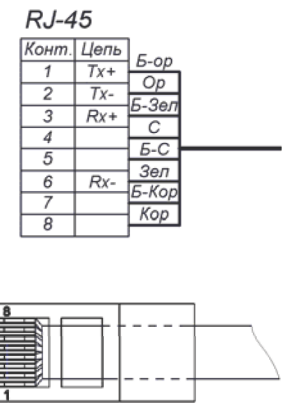

Рис. 3 Обжимка кабеля кат.5е
2. Подключить видеокамеры к устройствам защиты УЗЛ-Е («Линия») кабелями UTP кат.5е (обжимка кабелей производится по стандарту TIA/EIA 568В (рис.3)) и УЗП-24 согласно схеме.